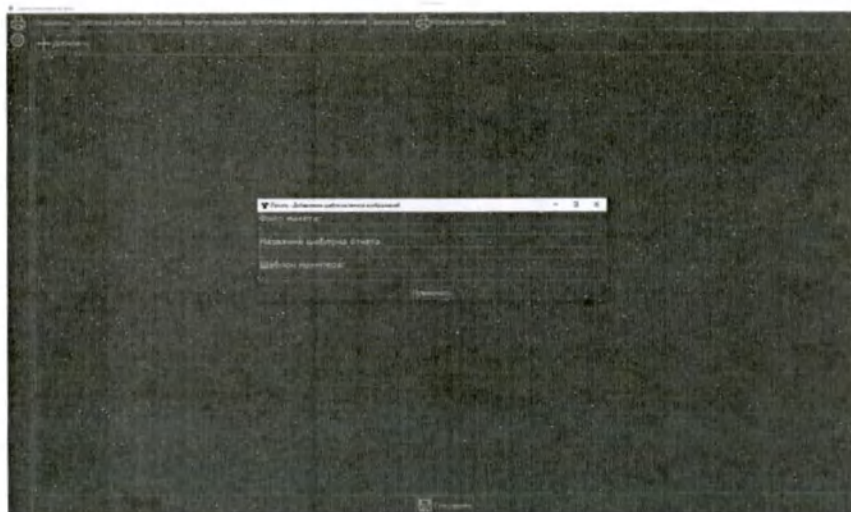

Рис. 145 Вкладка "Шаблон печати изображений"
- В открывшемся окне выбрать вкладку «Шаблоны печати изображений» (Рис. 145 Вкладка "Шаблон печати изображений");